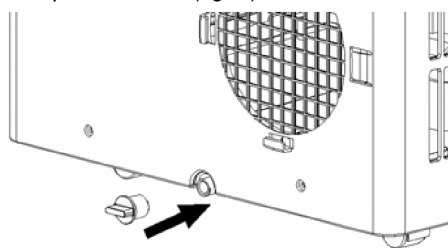

Fig. 6
- Togliere il tappo di gomma dallo scarico e lasciare che l'acqua fuoriesca (fig. 6).